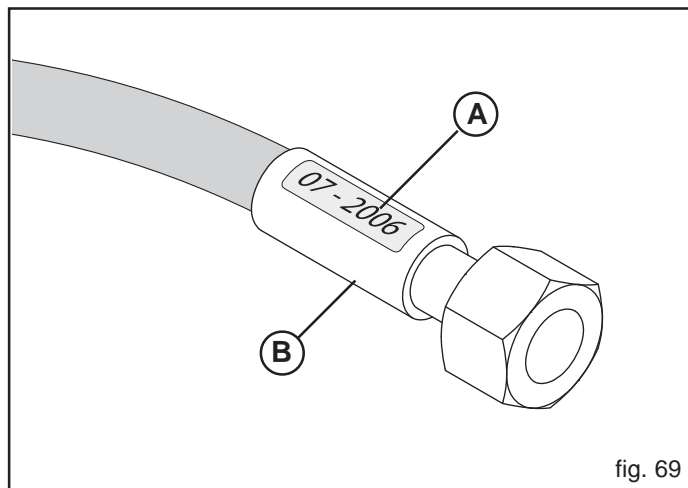

fig. 69
- La durée de vie des tuyaux oléodynamiques ne peut dépasser 5 ans, même s'ils ne sont pas utilisés (usure naturelle). La figure 69 (A) donne un exemple de l'année de production des tuyaux oléodynamiques.
- pertes autour de l'armature du tuyau (B, Fig. 69).
- corrosion de l'armature (B, Fig. 69);
- échéance de 5 ans à compter de la production (A, Fig. 69).